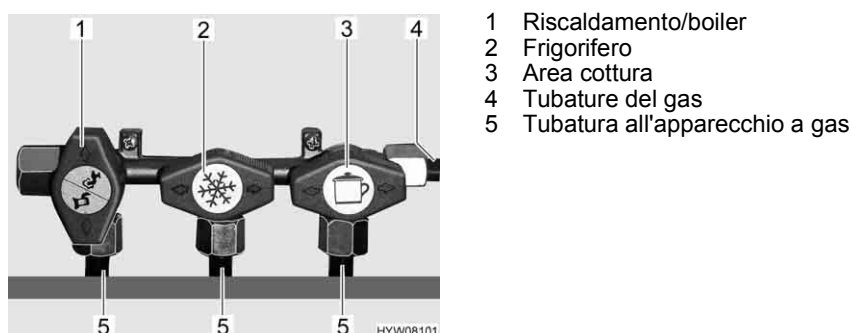

Fig. 64 Simboli dei rubinetti di arresto del gas
Nel veicolo, tutti gli apparecchi del gas sono dotati di un rubinetto di arresto del gas (Fig. 64).
- Posizionare il rubinetto di arresto del gas dell'apparecchio a gas corrispondente parallelamente (Fig. 64,1) alla tubatura (Fig. 64,5) che alimenta l'apparecchio a gas.
- Posizionare il rubinetto di arresto del gas dell'apparecchio a gas corrispondente trasversalmente (Fig. 64,2 e 3) alla tubatura (Fig. 64,5) che alimenta l'apparecchio a gas.